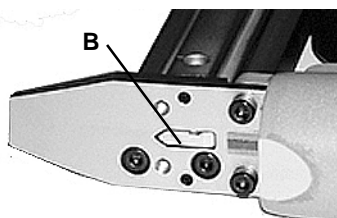

Abbildung 7
4. Drücken Sie den blockierten Nagel aus der in Abbildung 7 gezeigten Öffnung (B). Sie haben darauf von der Innenseite des Magazins Zugriff.